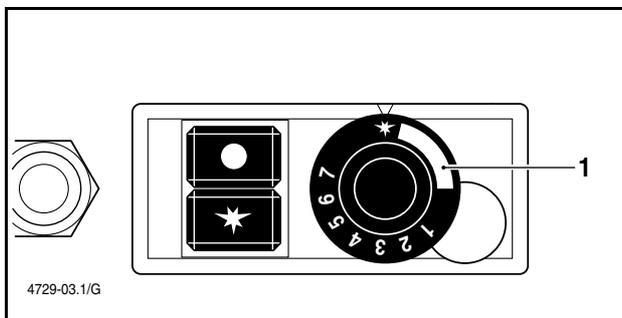

Bild 3
- ▶ Bei längeren Betriebspausen: Temperaturregler (1) auf Zündstellung drehen (Bild 3).